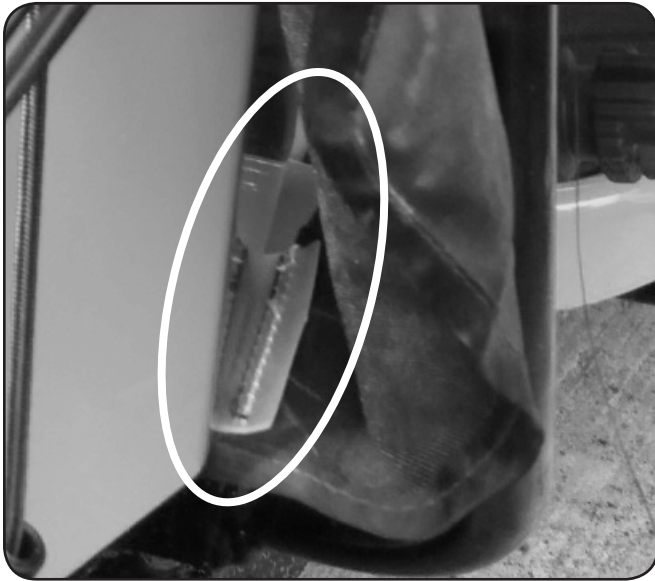

Figure 3-13
6. Les attaches avant s'attachent sur les ailes à l'avant de l'appareil, à proximité des roues. Voir Figure 3-13.